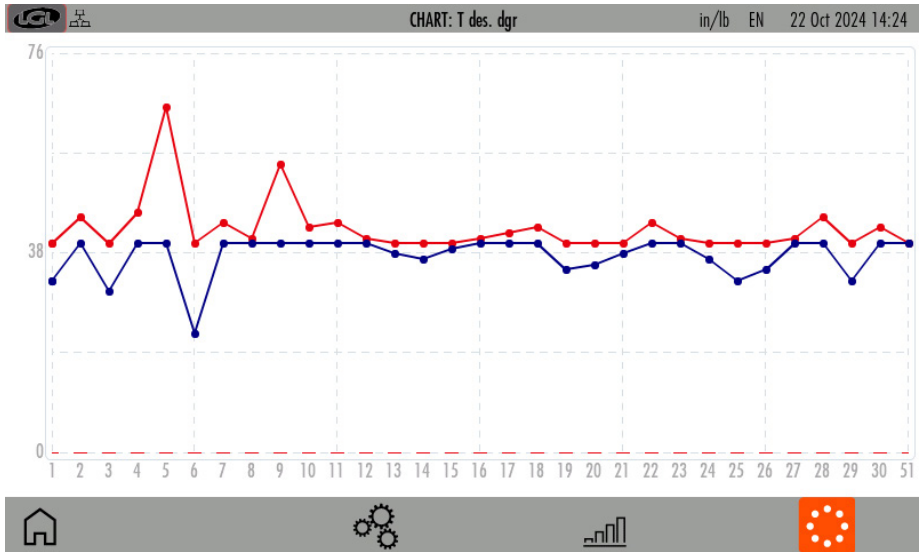

図 48
- 3= 最小および最大の読み取り値のグラフを表示するには、これを押します (図 48)。
パラメータの最小値と最大値は、図 48 に示されています。青い線は最小値を示し、赤い線は最大値を示します。この図は、この例の読み取り糸張力のように、センサーから取得される読み取りパラメータにとって重要です。